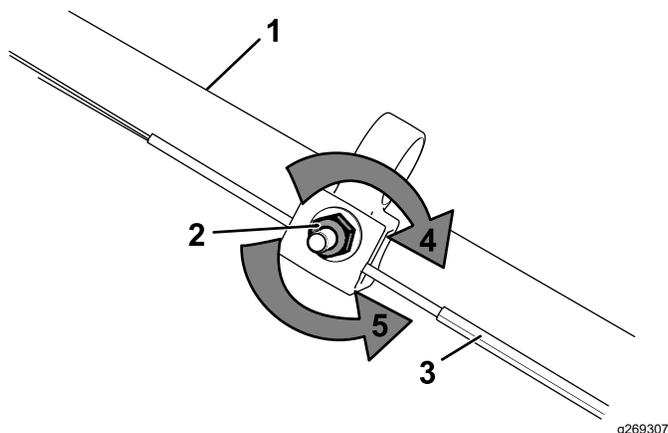

Figura 25
1. Rode a porca de ajuste no sentido contrário ao dos ponteiros do relógio para folgar o ajuste do cabo (Figura 25).
2. Ajuste a tensão do cabo (Figura 25) puxando-o para trás ou empurrando-o para a frente e mantendo a posição.